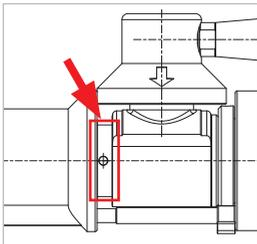

Abbildung 8
- ▶ Schalten Sie den Betätigungshebel (Pos. 3) um 90° von der OFF-Stellung in Richtung ON-Stellung. Geben Sie einen Sprühstoß auf den gekennzeichneten Bereich (*Abbildung 8*).